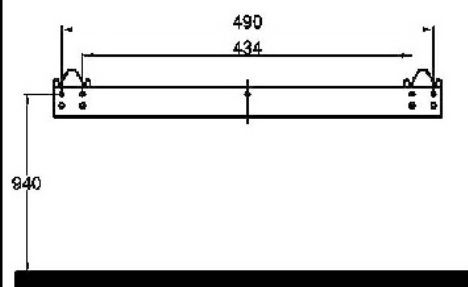

Fig.2 (EF851K)
- Recomenda-se uma altura de 600 mm entre o fundo do aquecedor e o chão para uma visão ótima do leito de combustível (ver Fig.2 para as dimensões de fixação recomendadas).
- Para uma visualização ótima, marcar as posições de fixação dos cinco parafusos superiores na parede, de acordo com as dimensões de fixação recomendadas (ver Fig. 2). Efetuar os orifícios com uma broca de 6 mm.